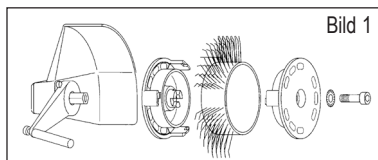
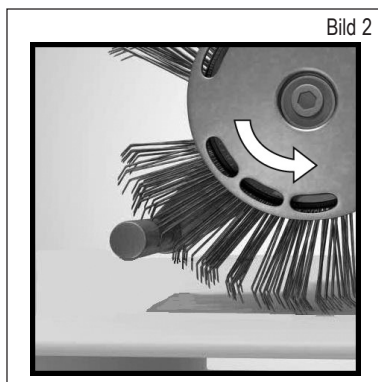

Bild 1
Bild 2
3. Avbryt tryckluftsförsörjningen och fäst sedan Bristle Blaster® blästerverktyget 23 mm resp. 11 mm på föreskrivet sätt i verktygsfästet (beakta avsedd löpriktning) med den här för avsedda solfjäderbricken och skruven på elverktyget. Se bild 1 och bild 2.
- Roterar Bristle Blaster® blästerverktyget åt fel håll? – Vänd på blästerverktyget så att det roterar åt föreskrivet håll (se kapitel 7, Ta verktyget i drift, bild 2).